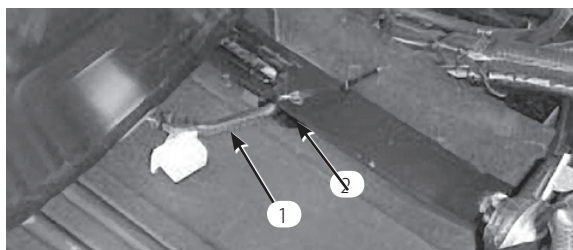

図 6
7. 標準シートでは、座席を一番後ろまでスライドさせ、コードを引いて、使用しない方のコネクタが図6の位置にきたら2本のコードを束ねてストラップの一番後ろの穴に縛りつける (ケーブルタイはシートキットに付属)。